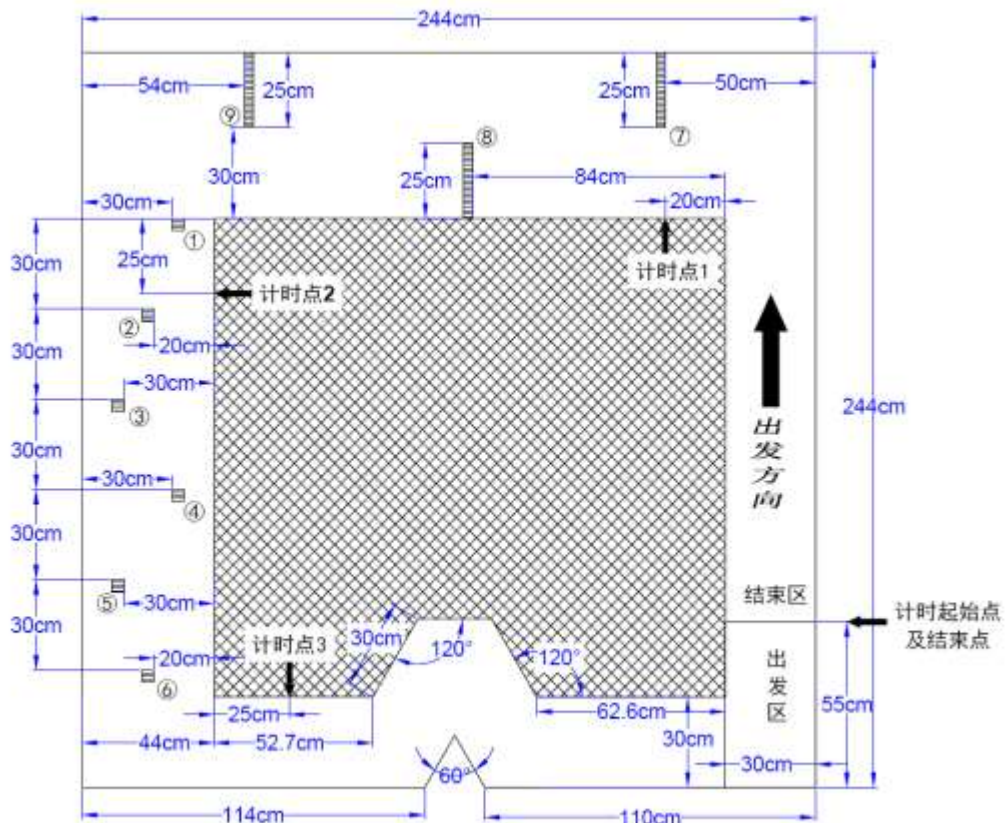

图 6 比赛场地俯视图
1、比赛场地由细木工板（尺寸规格：宽度 122.0cm，长度 244.0cm，厚度不定）拼接而成，其平面俯视图如图 6 所示。比赛场地表面不进行刷漆或打蜡等任何附加处理。允许细木工板拼接处存在 0.2cm 以内（含 0.2cm）的高度差，拼接处的接缝由白色防滑胶带粘贴和覆盖。
4、实际比赛时，比赛场地上仅留有 3 个遮挡柱。比赛前随机选定某一学校领队老师来从①~⑥号中抽取 3 个遮挡柱，用于所有参赛队的比赛。抽取方式如下：①②号为一组，③④号为一组，⑤⑥号为一组，从每组中随机抽取一个，3 组共抽取 3 个遮挡柱，用于比赛。
- 1、车子必须按图 6 中指定的方向离开和返回出发区。